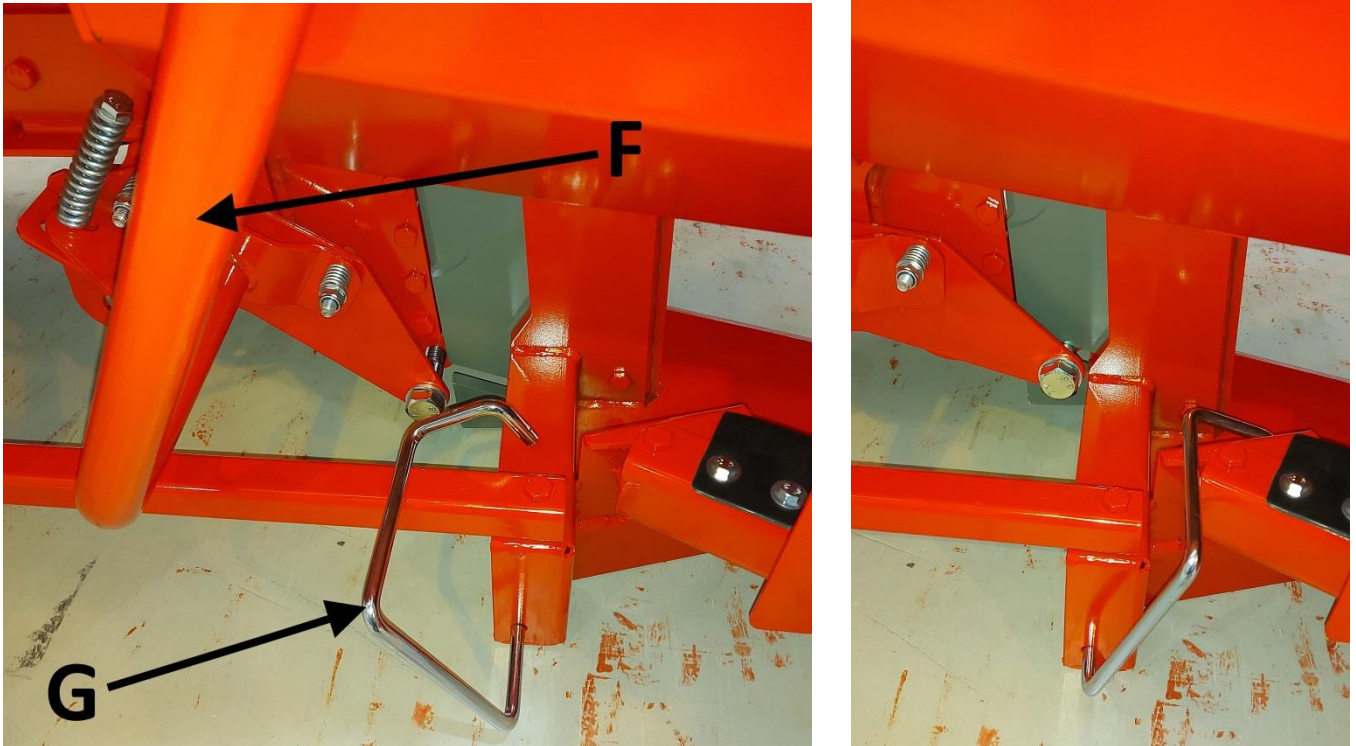

Bild 16. Klyvbettet lösttagbart till vänster i bild, låst till höger.
Om du lyfter bettet till det övre läget och "rengör" bettatoets underlag från ved, kan du på en gång sänka bettet till dess nedersta läge (bild 16, höger). Under rengöring eller byte av klyvbett måste maskinskyddet öppnas eller så ska maskinen kopplas bort från ström för att förhindra klyvning och sågning.
2. Sänk ned klyvbettet till dess nedersta läge med spak F (Bild 11), som till vänster på bild 16.